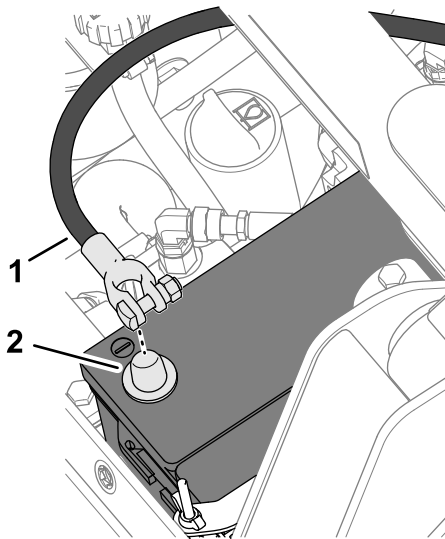

Bild 3
2. Lösen Sie die Mutter und die T-Schraube, mit denen die Kabelklemme am Minuspol der Batterie befestigt ist, und entfernen Sie das Kabel von der Batterie (Bild 3).